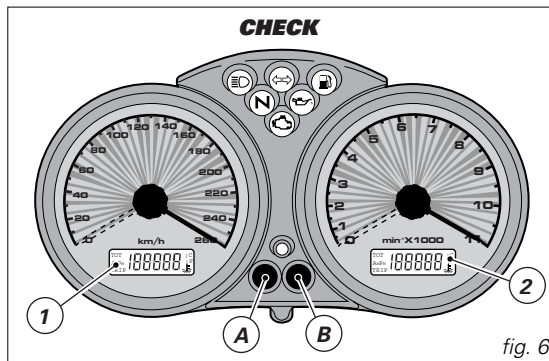

fig. 6
Tournez la clé sur **ON** et appuyez sur le bouton-poussoir (B) (fig. 6) pour alterner l'affichage du totalisateur journalier à celui du compteur kilométrique.
Appuyez sur le bouton-poussoir (B) (fig. 6) pendant plus de 2 secondes, fonction **TRIP** activée (totalisateur journalier), pour la mise à zéro de l'afficheur (LCD 1).
Tournez la clé sur **ON** et appuyez sur le bouton-poussoir (A) (fig. 6) pour afficher l'horloge et la température de l'huile.
Si l'on tourne la clé sur **ON** et l'on appuie sur le bouton-poussoir (B) (fig. 6) dans 5 secondes, chaque pression de ce bouton produira une variation de l'intensité lumineuse du tableau de bord.